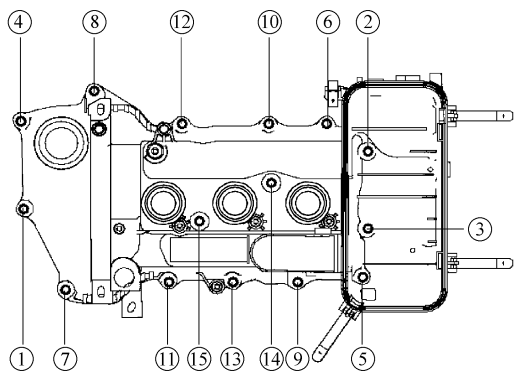

图 1-4 气缸盖罩螺栓拆卸顺序
- 2) 按照如图 1-4 顺序拆下气缸盖罩螺栓(装配时顺序相反)。